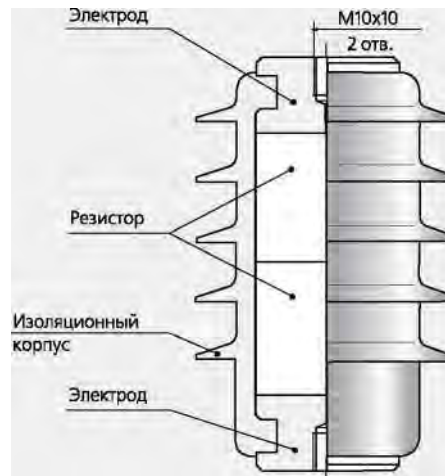

Рис.3. Конструкция ОПН-КР/TEL, ОПН-РТ/TEL
3.1. Конструкция ОПН-КР/TEL, ОПН-РТ/TEL представлена на **рис. 3**.